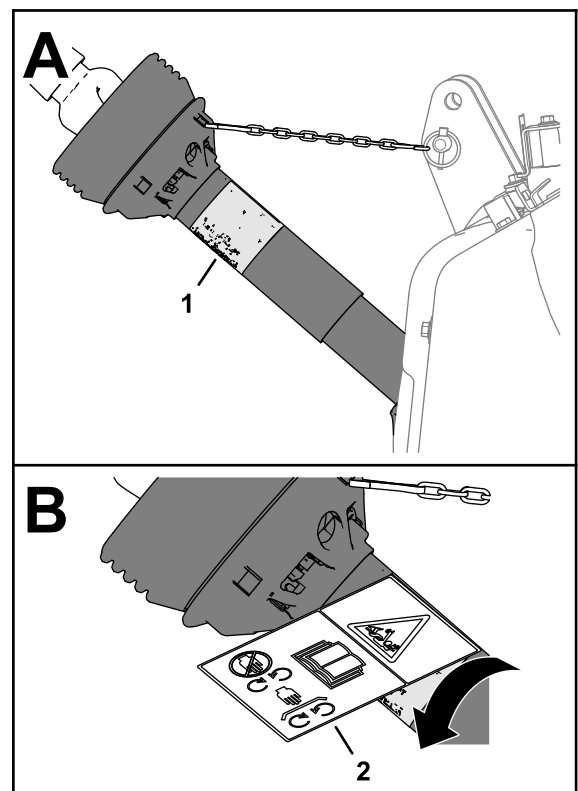

图 19
1. 旋转轴护罩以接触到现有缠绕标贴图 19。
4. 将 CE 缠绕标贴粘贴在现有缠绕标贴上方图 19。